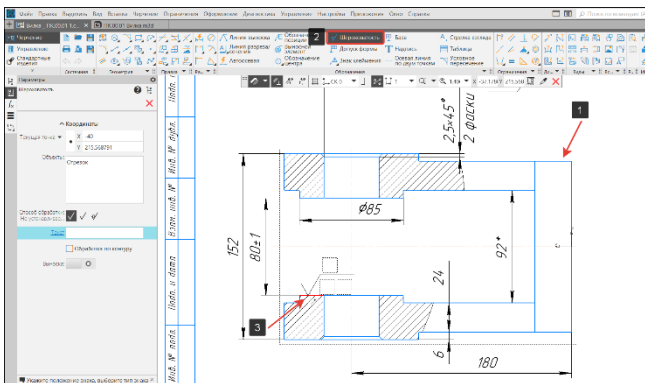
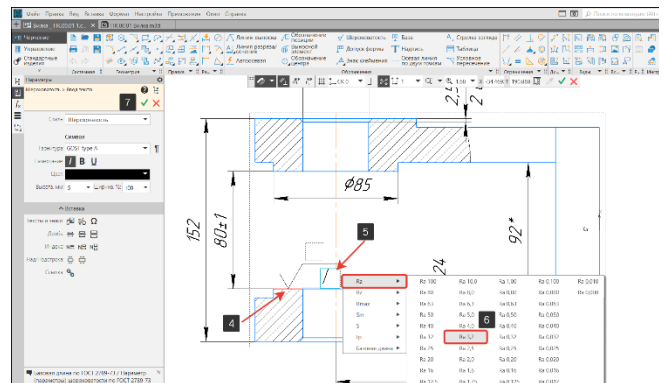

Рисунок 243 – Команда Шероховатость
Рисунок 244 – Заполнение текста шероховатости
- Вид, на котором выполняется команда Шероховатость, ДОЛЖЕН БЫТЬ АКТИВНЫМ (1) (Рисунок 243);
- В панели Обозначения выберем команду Шероховатость (2) (Рисунок 243);
- Первым кликом укажем объект для нанесения обозначения (3);
- Вторым кликом укажем положение шероховатости над/под объектом обозначения (4) (Рисунок 244);
- После указания положения знака автоматически запустится подпроцесс Ввод текста. В окне (5) введем значение шероховатости с клавиатуры или двойным щелчком левой кнопки мышки вызовите таблицу шероховатостей, заложенную в КОМПАС-3D, и выберите нужное значение (6) (Рисунок 244);
- Для завершения работы нажмем кнопку Завершить (7) (Рисунок 244).